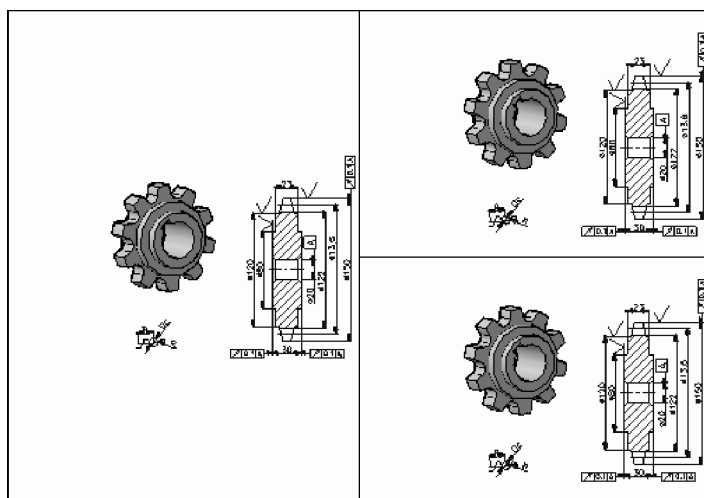

Fig. 10.19 Cele trei ferestre de afișare
4. Din fereastra **Viewports** se alege configurația dorită: *Three: Left*. Apoi se acționează butonul **OK** al ferestrei și, la promptul *Specify first corner or [Fit] <Fit>*: se alege **F(it)**. Este afișată configurația din Fig. 10.19.